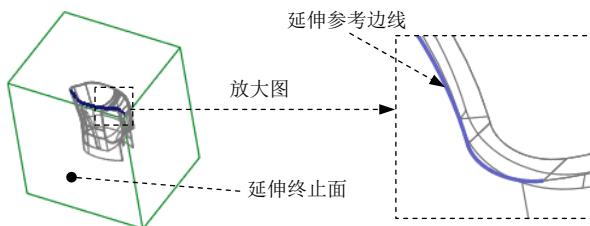
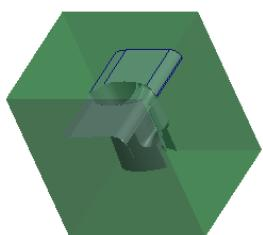

图 17.12 延伸参考边线
图 17.13 延伸曲面 2
- (1) 选取图 17.12 所示的复制曲面的边线（为了方便选取复制边线和创建延伸特征，遮蔽参考模型并取消遮蔽坯料）。
- (2) 单击 **分型面** 功能选项卡 **编辑** ▾ 区域的 延伸 按钮，此时出现 **曲面延伸：曲面延伸** 操控板。
- (3) 选取延伸的终止面。在操控板中按下 按钮，选取图 17.12 所示的坯料表面为延伸的终止面。
- (4) 单击 按钮，完成延伸曲面的创建。
Step10. 创建图 17.13 所示的延伸曲面 2。